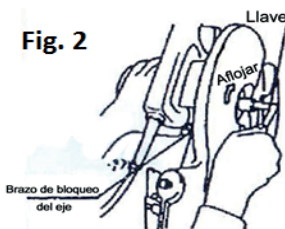

Fig. 2
2.- Con un desarmador de cruz, quite el tornillo y mueva la cubierta que cubre el disco hacia la izquierda. ( fig.2)
3.- Para retirar el tornillo, bloquee el motor con la palanca y utilizando una llave, afloje el tornillo hexagonal girando hacia la derecha. ( fig.2)